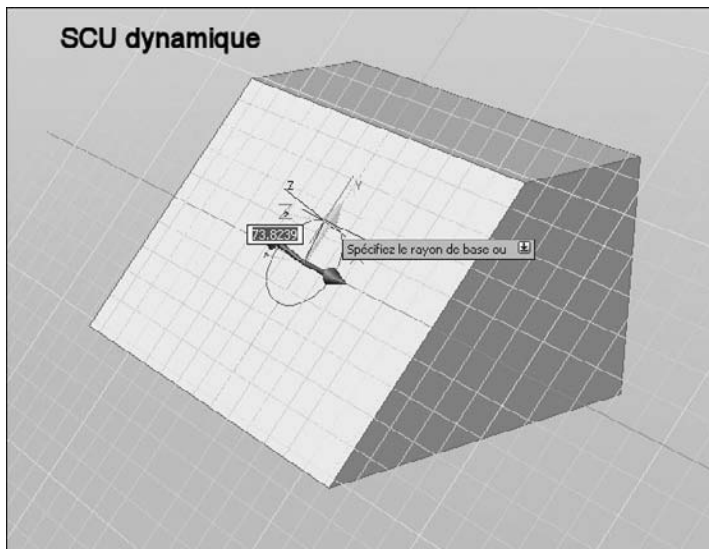

Fig.15.32
- **Suivre le SCU dynamique** (Follow Dynamic UCS) : modifie le plan de grille afin qu'il suive le plan XY du SCU dynamique (fig.15.32).